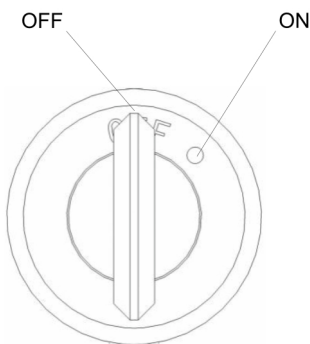

图 10 钥匙开关
- 开始操作时插入钥匙开关（图 9 中 2 即图 10 ）， 将其旋转至打开位置。